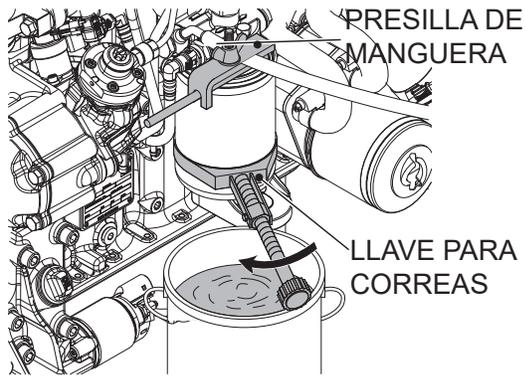

Figura 41. Fuel Fine Filter
1. Bloquee la tubería de alimentación de combustible usando una presilla de manguera (Figura 41).